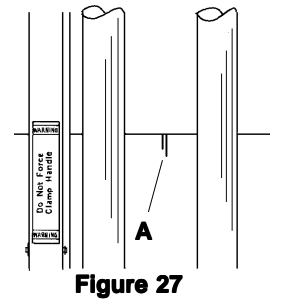

Figure 27
5. If the machine is square, the two cuts at the top of the board, (one made from the front and one from the back) will be in alignment. If not, **(A) Figure 27**, the **SQUARING EDGE BARS** must be repositioned. If the second cut at the top is to the left of the cut made from the front, the **LEFT SQUARING EDGE BAR** must be lowered. Conversely, if the second top cut is to the right of the first, the **LEFT SQUARING EDGE BAR** must be raised. In either case, the amount of squaring adjustment required is half the distance between the two top cuts.
5. Wenn die Maschine korrekt ausgerichtet ist, werden die beiden Schnitte auf der oberen Kante des Materials (einer wurde von der vorderen, der andere von der hinteren Seite des Materials gemacht) genau miteinander übereinstimmen. Wenn nicht, **(A) Abbildung 27**, müssen die **Winkelleisten** neu eingestellt werden. Wenn der zweite Schnitt an der oberen Kante links von dem ersten Schnitt ist, muß die **linke Winkelleiste** niedriger gesetzt werden. Wenn der zweite Schnitt an der oberen Kante rechts von dem ersten Schnitt ist, muß die **linke Winkelleiste** angehoben werden. In jeden Fall ist die Länge der vorzunehmenden Einstellung der **Winkelleisten** jeweils die Hälfte der Entfernung zwischen den beiden oberen Schnitten.
5. Si la machine est d'équerre, les deux coupes sur la partie supérieure du panneau (une faite de l'avant et une faite de l'arrière) s'aligneront. Si ce n'est pas le cas, **(A) Figure 27, les BARRES DE BORD D'ÉQUARRISSAGE** doivent être repositionnées. Si la deuxième coupe sur la partie supérieure est à la gauche de la coupe faite de l'avant, la **BARRE DE BORD D'ÉQUARRISSAGE GAUCHE** doit être abaissée. À l'inverse, si la deuxième coupe est à la droite de la première, la **BARRE DE BORD D'ÉQUARRISSAGE GAUCHE** doit être relevée. Dans les deux cas, la quantité d'ajustement requis est la moitié de la distance entre les deux coupes supérieures.